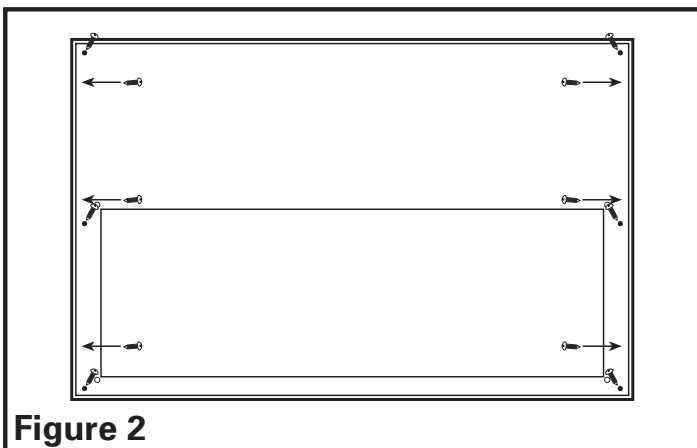

Figure 2
- Fixez la bande au châssis de l'armoire ou au couvercle personnalisé à l'aide des 3 vis de chaque bout de la bande et de 3 vis de chaque côté du haut de la bande (Figure 2).